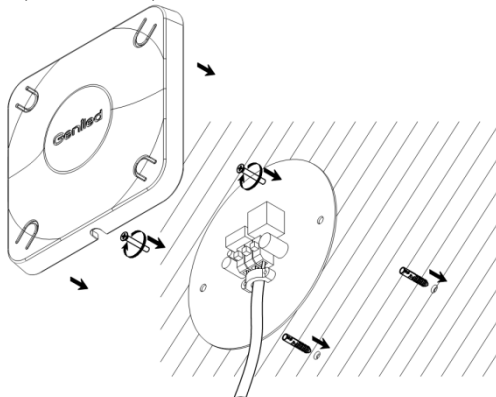

Рисунок 3 – Установка и подключение светильника Geniled Public mini.
- Установите печатный узел на заранее подготовленную плоскую поверхность при помощи двух винтов (Рисунок 3). Заведите провода в клеммную колодку, установленную на печатном узле, затяните кабель при помощи прижимной скобы (Рисунок 3).
- 5.3.3. Установите переднюю крышку (рассеиватель) (Рисунок 3). Аккуратно надавите на переднюю крышку в местах креплений до характерного щелчка. Важно чтобы все четыре крепления зашелкнулись.